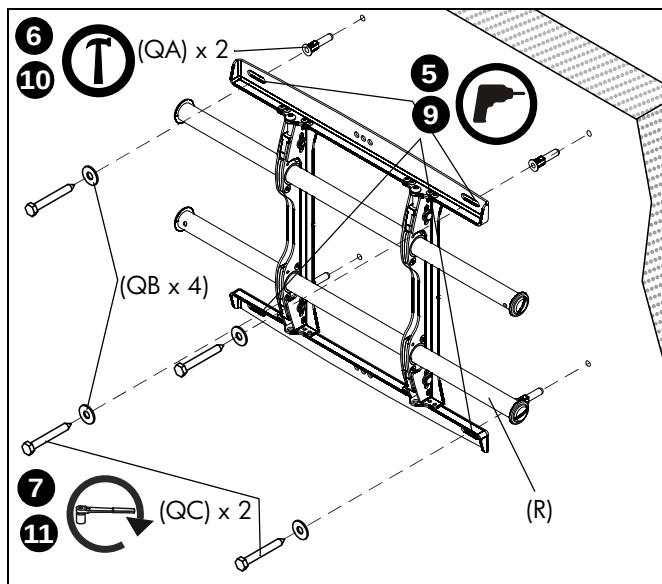

рис. 8
2. Совместите прорези на креплении с отметкой середины экрана, чтобы определить середину по вертикали. (См. рис. 8)
3. Отмерьте 7-1/2" вверх от средней линии и отметьте место верхнего монтажного отверстия. (См. рис. 8)
4. При помощи уровня сделайте на стене отметки в местах размещения верхних монтажных отверстий. (См. рис. 8)
- Забейте молотком дюбели (QA) в каждое направляющее отверстие.
- Прикрепите верхнюю часть крепления к дюбелям в стене с помощью двух болтов 5/16 x 2-1/2" (QC) и двух плоских шайб 5/16" (QB).
- Отметьте точки размещения нижних монтажных отверстий. (См. рис. 8)
- Просверлите в отмеченных местах по одному направляющему отверстию. (См. рис. 8)
- С помощью двух болтов 5/16 x 2-1/2" (QC) и двух плоских шайб 5/16" (QB) прикрепите крепление через нижние монтажные отверстия. (См. рис. 8)
- Совместите центры выдвижных профилей (U и V) со средней линией экрана. (см. рис. 8)